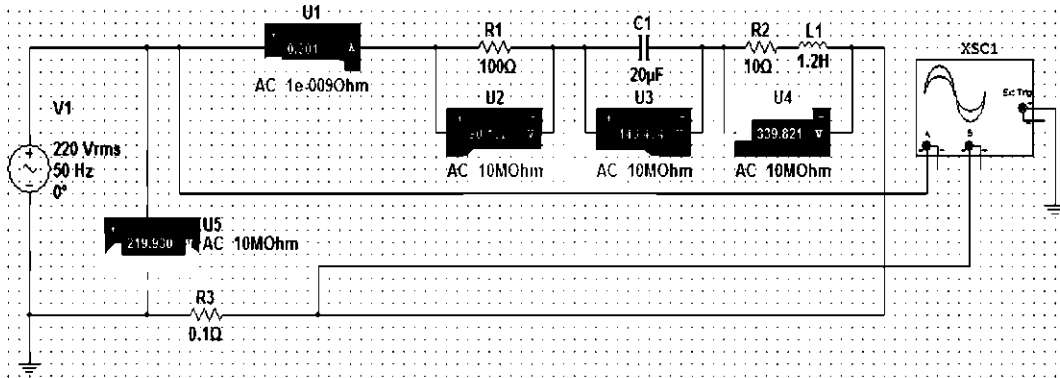

Рис. 3.6. Схема цепи с последовательным соединением резистора, катушки и конденсатора
1. Собрать на рабочем поле экрана электрическую цепь синусоидального тока с последовательным соединением резистора, катушки и конденсатора (рис. 3.6). Катушка индуктивности является реальной, поэтому она обладает активным сопротивлением обмотки.